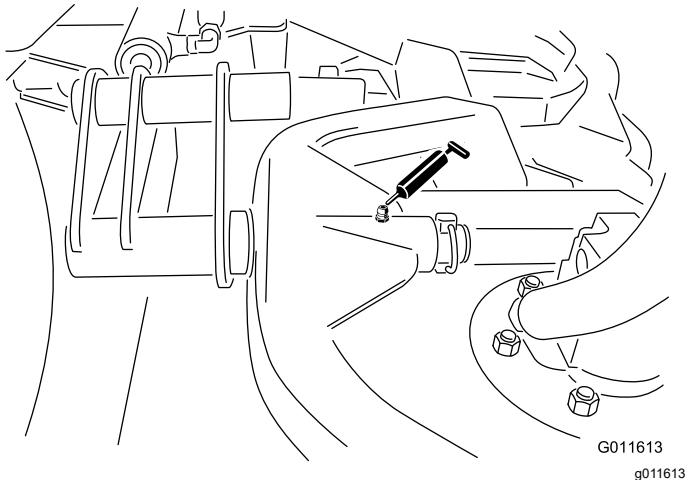

Bild 43
- Schneideinheit-Trägerrahmen und Drehzapfen (1) — Bild 43